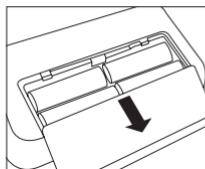

Fig. 1
- Ouvrez le couvercle du compartiment des piles situé sous l'appareil (voir la fig. 1). Insérez les piles (voir le chapitre 13 « Caractéristiques techniques »). Veillez à faire correspondre les polarités « + » et « - ». Refermez le couvercle du compartiment des piles. L'appareil passe automatiquement à la fonction Date/Horaire et dès la première application, le chiffre « 31 » est affiché à l'écran pour le jour, et le chiffre « 12 » pour le mois. La date préréglée est par conséquent le 31 décembre. Réglez maintenant la date et l'heure tel que décrit ci-dessous.